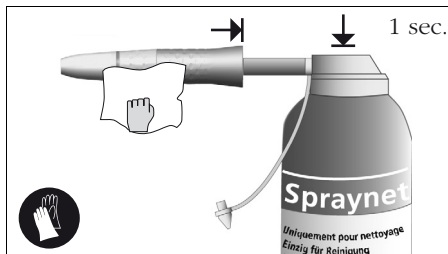

fig. 4
- Rocíe el interior y el exterior del instrumento fig. 4 para expulsar los residuos y limpiar las superficies escrupulosamente.
rocíe el interior del instrumento con **Spraynet fig. 4** para eliminar inmediatamente el detergente y el agua de enjuagado y, de esta forma, evitar el deterioro y el bloqueo de las piezas internas. En caso necesario, séquelo con una toallita limpia.